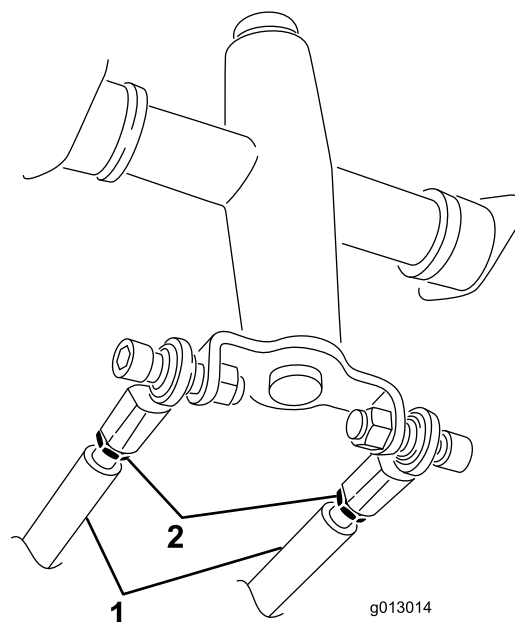

Рисунок 58
3. Ослабьте контргайки на штоках привода под панелью управления (**Рисунок 58**).